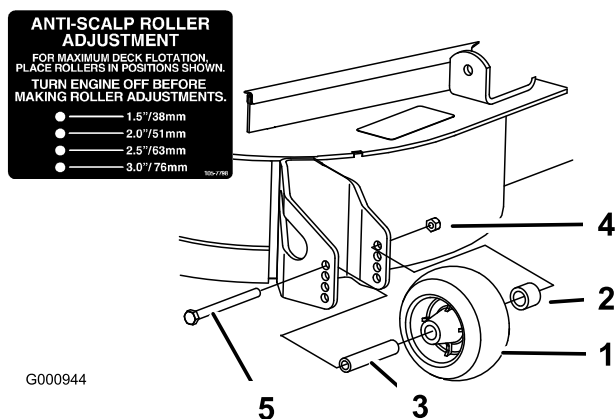

Figure 14
1. Après avoir réglé la hauteur de coupe, réglez les galets en retirant l'écrou à collerette, la bague, l'entretoise et le boulon (Figure 14).
3. Montez l'écrou à embase, la bague, l'entretoise et le boulon. Serrez à un couple de 54 à 61 Nm (Figure 14).